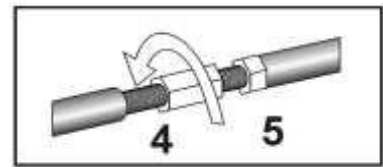

Рис.3
Ослабить контргайку (5) а римскую гайку, как указано на рис. 3, повернуть против часовой стрелки для уменьшения начального нажима.